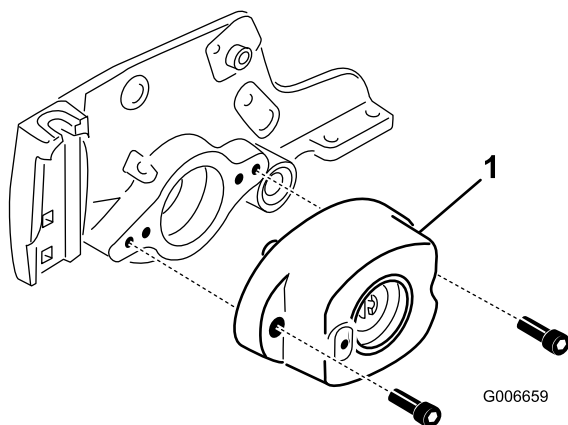

Рисунок 18
10. Выверните два винта крепления корпуса подшипника к боковой пластине режущего блока (Рисунок 18).
11. Снимите корпус подшипника с боковой пластины (Рисунок 18).